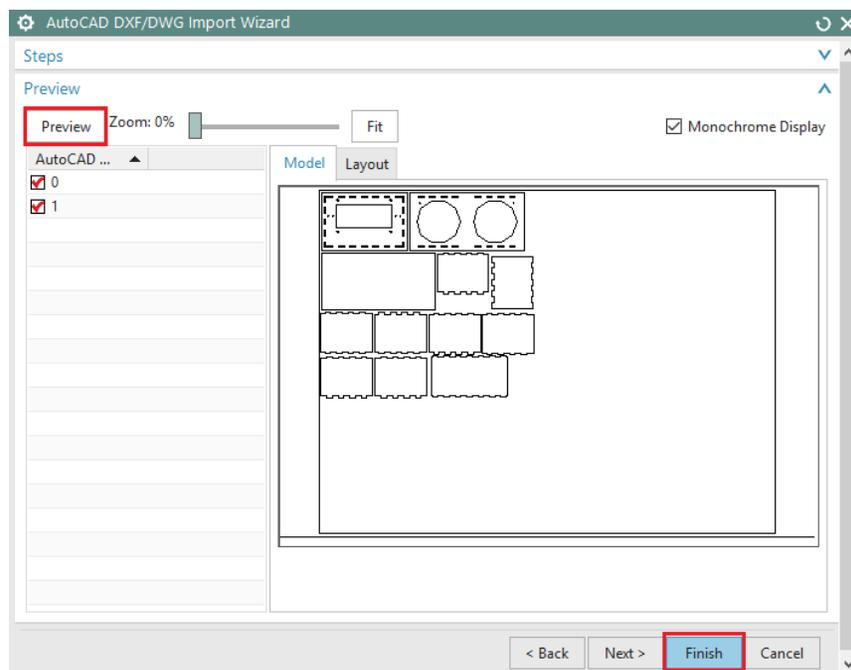

Figura 3.2 Vista previa de archivo.
- En la ventana **AutoCAD DXF/DWG Import Wizard** dar click en **Preview** para ver el archivo que se está abriendo (Figura 3.2).